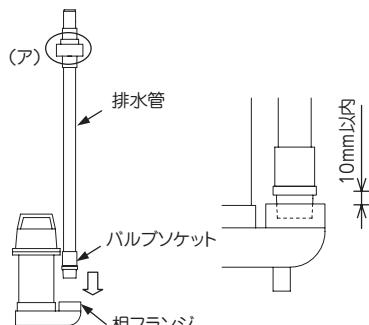

図1
1. 排水管のバルブソケット部にシールテープを3回巻き付け、ポンプの相フランジに緩みが無いようねじ込んでください。(図1、2)